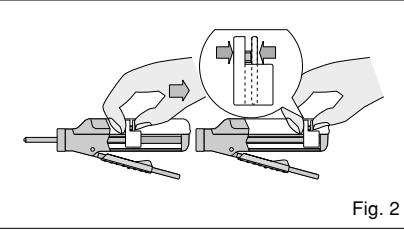

Fig. 2
a. Es muß sichergestellt werden, daß alle die Kolbenstange komplett in den Dispenser zurückgeschoben wurde. (Fig. 2)
- Asegúrese de que el pistón esté completamente replegado dentro del aplicador. (Fig. 2)